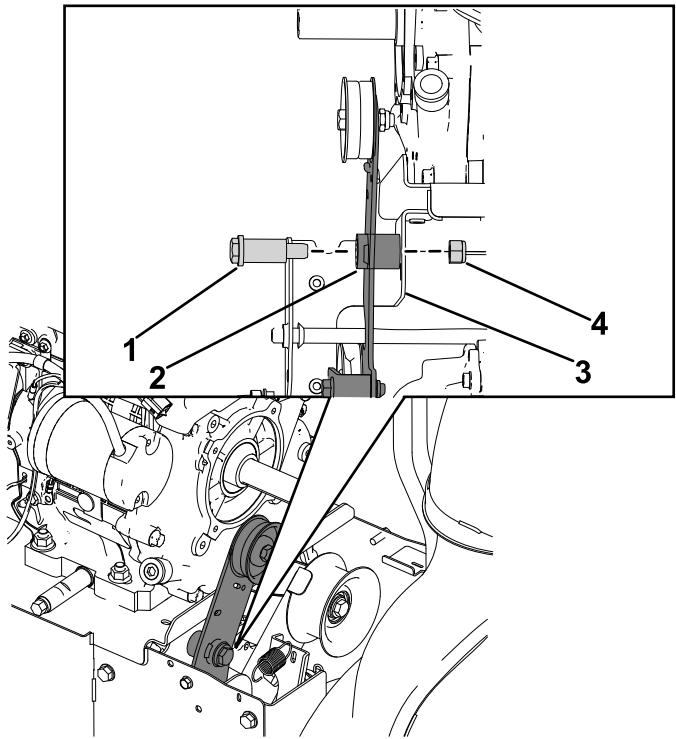

Bild 19
5. Montieren Sie die Traktionskupplungsarm-Baugruppe an der Bremskopplungshalterung und sichern Sie diese mit der neuen Ansatzschraube (7/16" x 1 3/4") und der Sicherungsmutter (7/16") (Bild 19).